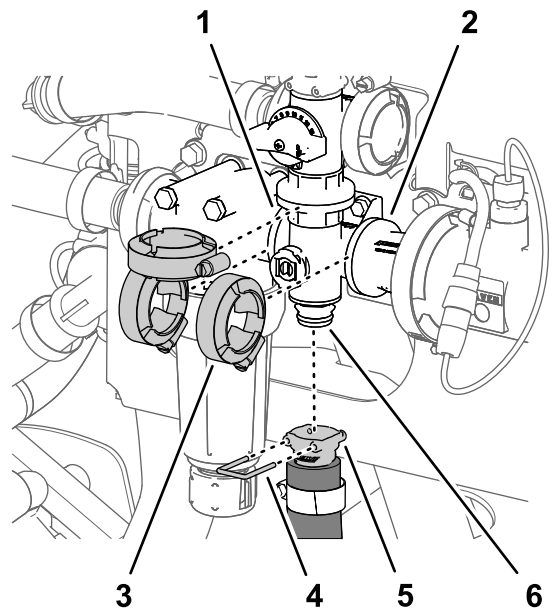
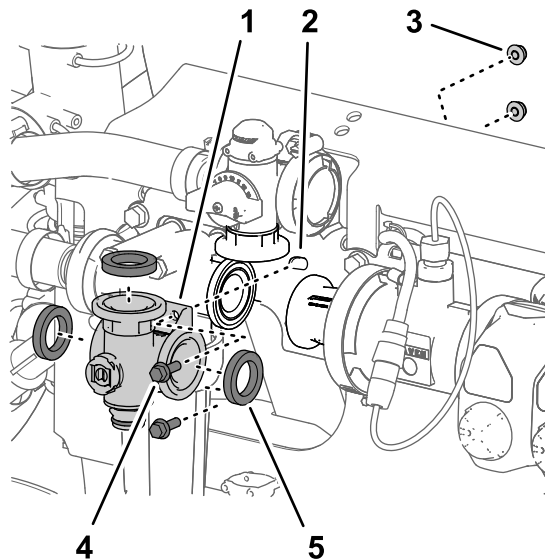

Figura 123
Figura 122
1. Alinee la brida del distribuidor de la válvula de agitación y las 3 juntas con las bridas de la válvula de desvío de agitación, la cabeza del filtro de presión, y el adaptador de acoplamiento (Figura 122 y Figura 123).
2. Sujete provisionalmente el colector de la válvula de agitación a la válvula de desvío de agitación, la cabeza del filtro de presión, y el adaptador de acoplamiento (Figura 123) con las 3 bridas de fijación que retiró en Retirada del distribuidor de agitación (página 84).
5. Apriete las 3 bridas de fijación a mano (Figura 123).
6. Monte el acoplamiento rápido de la manguera de agitación en el acoplamiento rápido del distribuidor de la válvula de agitación con la grapa (Figura 123).